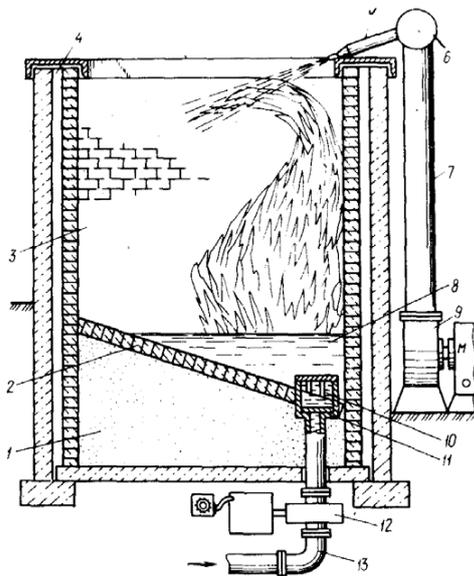

Рис. 1.
1. Укажите основные элементы установки надслоевого горения (рис. 1): а - песчаное основание; б - днище камеры сгорания; в - камера сгорания; г – подача топлива, д - слой отходов.